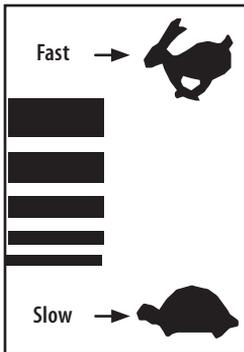

Figura 5
5. Mueva el control del acelerador a la posición RÁPIDO (liebre). Vea la Figura 5.
6. Mueva el control del acelerador a la posición RÁPIDO (liebre). Consulte la Figura 5.